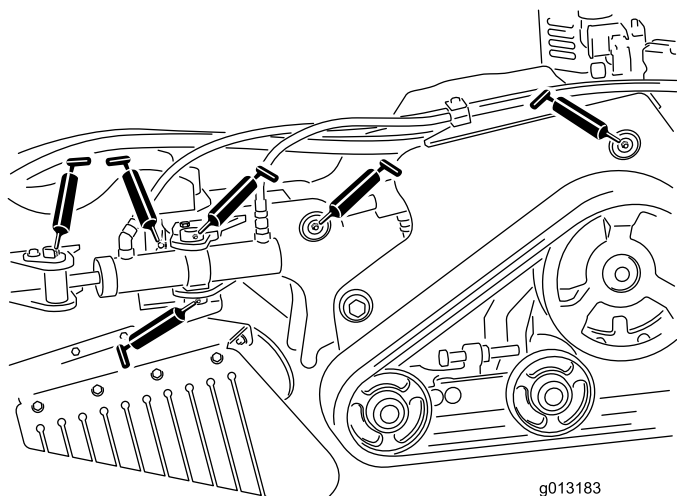
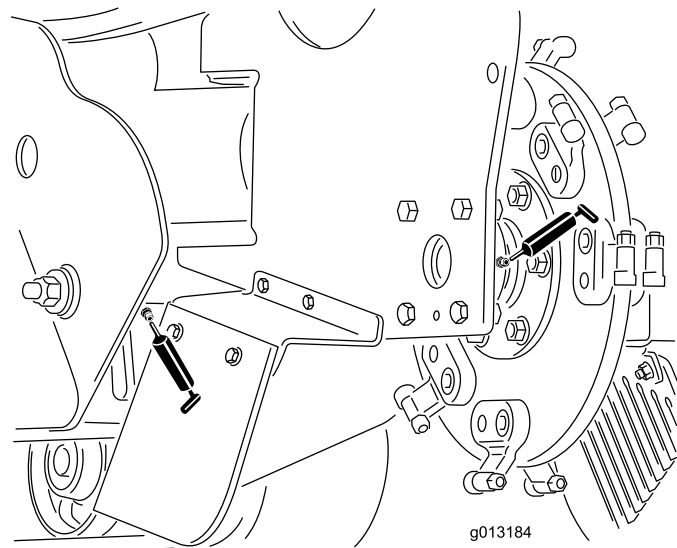

Figura 28
Figura 29
3. Collegate un ingrassatore a pressione a ciascun ingrassatore (Figura 28 e Figura 29).